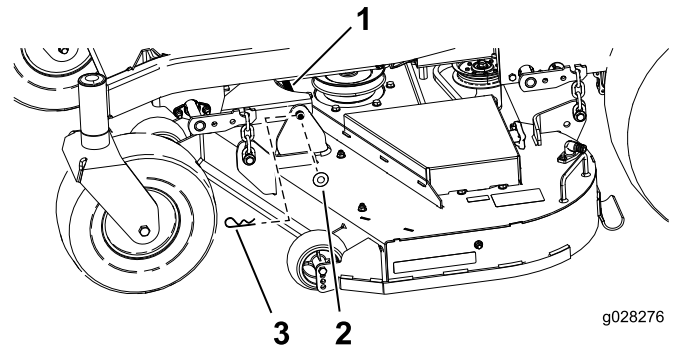

Figura 76
- Retire la chaveta y la arandela que sujetan el pasador de enganche al bastidor y a la carcasa; retire el pasador de enganche (Figura 76).
9. Sujete el perno de enganche con las chavetas y las arandelas que retiró anteriormente (Figura 76).